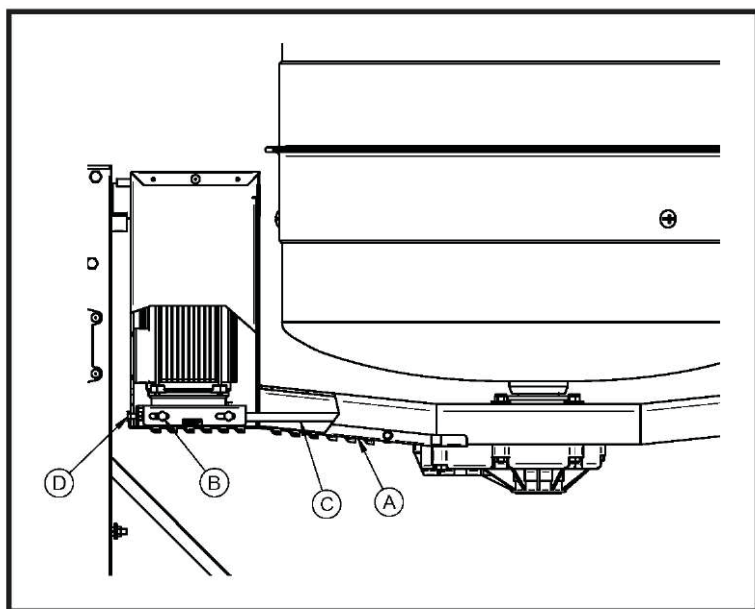
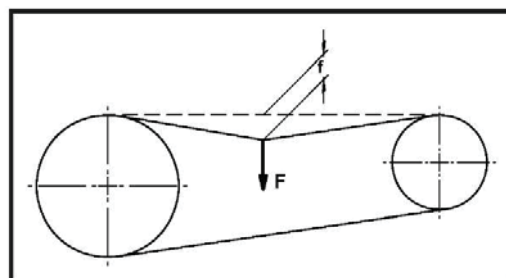

РИС. 4
РИС. 5
2. Снимите кожух приводного ремня (А, Рис. 4), ослабив фиксирующие винты.
3. Ослабьте 4 винта (В, Рис.4), фиксирующие опору электродвигателя, и натяните ремень (С, Рис.4) с помощью специального винта (D, Рис.4). При правильном натяжении, сила (F), равная 0.6 кг и приложенная к центру ремня, вызывает прогиб ремня ок. 5 мм (f) (Рис.5).
4. После проверки натяжения ремня затяните 4 винта (В, Рис.4).
5. Установите кожух ремня обратно (А, Рис.4), используя соответствующие винты.
3. Ослабьте 4 винта (В, Рис.4), фиксирующие опору электродвигателя, и ослабьте ремень (С, Рис.4) с помощью специального винта (D, Рис.4) таким образом, чтобы он вышел из пазов шкивов электродвигателя и узла редуктора.
5. Натяните ремень с помощью специального винта (D, Рис.4). При правильном натяжении, сила (F), равная 0.6 кг и приложенная к центру ремня, вызывает прогиб ремня (f) ок. 5 мм (Рис.5).
6. После проверки натяжения ремня затяните 4 винта (B, Рис.4).
7. Установите кожух ремня обратно (A, Рис.4), используя соответствующие винты.